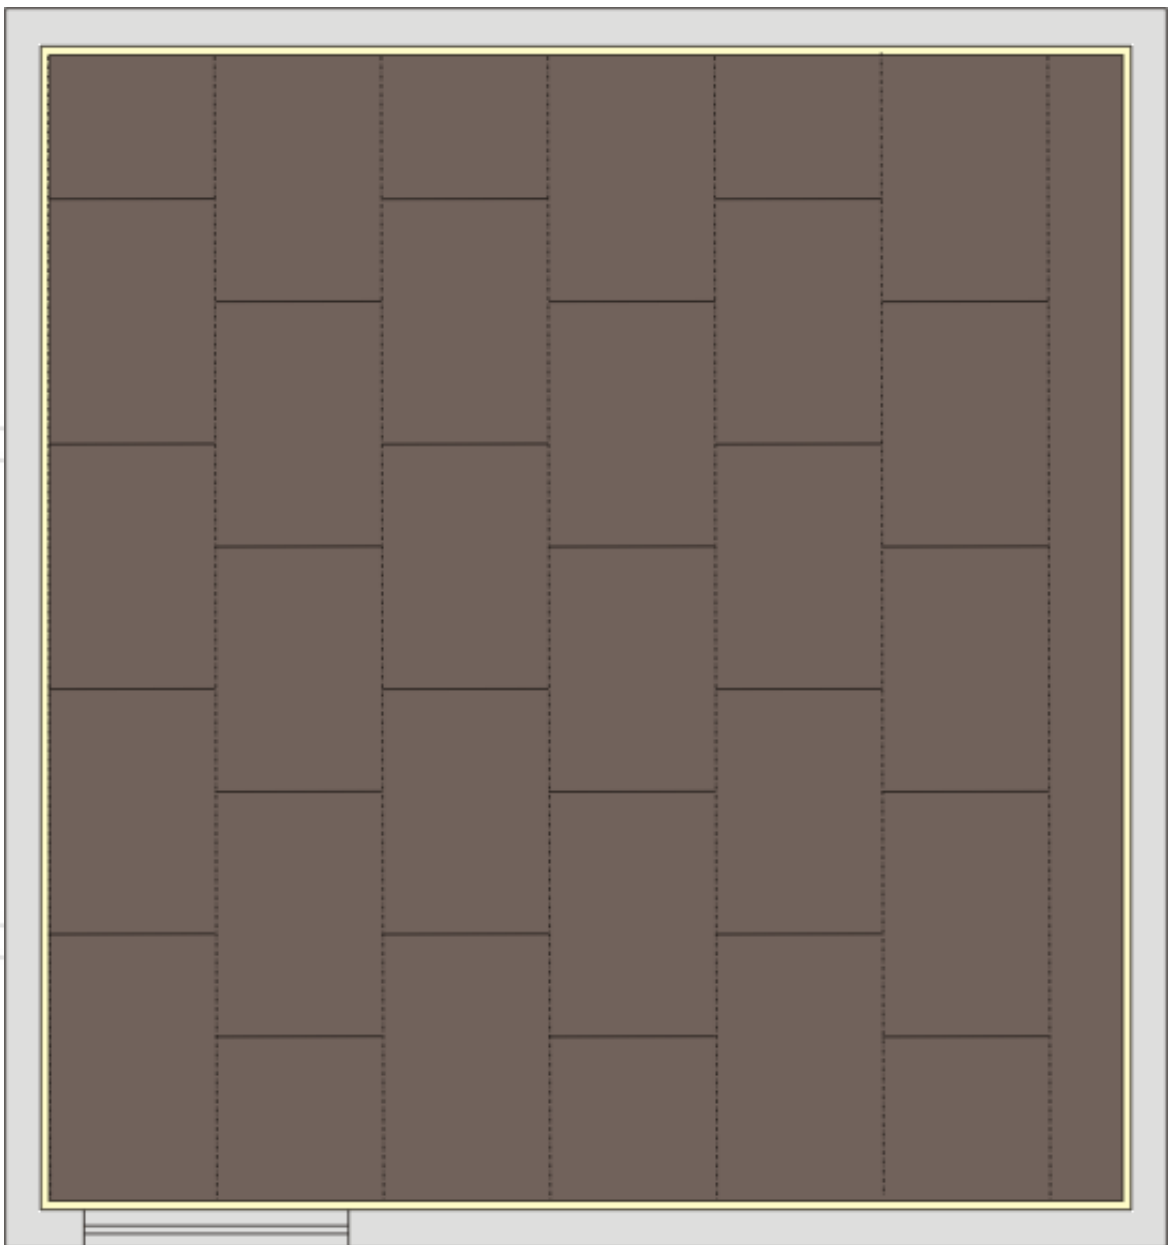

Abb. 1
- Platten entsprechend Abb.1 einteilen, Randfuge von 10mm einplanen